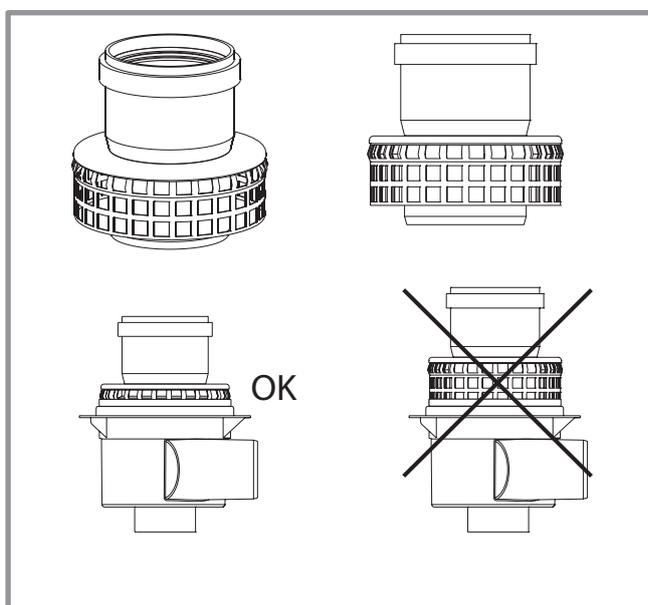

Figure 14 - Montage de l'adaptateur cheminée 073295 (B23, B23P)
Rappel : Il est obligatoire d'utiliser l'adaptateur cheminée fourni (073 295) (Figure 14).
- Respecter les longueurs maxi autorisées (Figure 14).